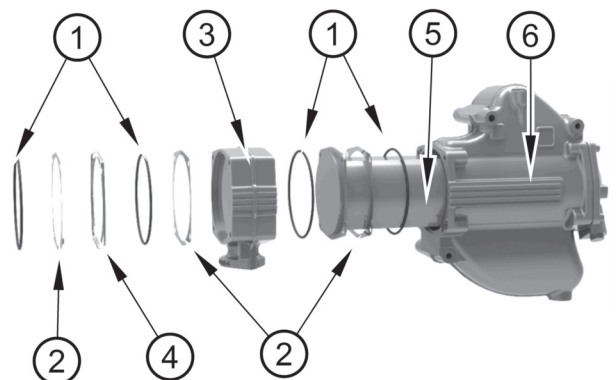

Figura 23
3. El conjunto del posenfriador puede desmontarse según la figura 23.